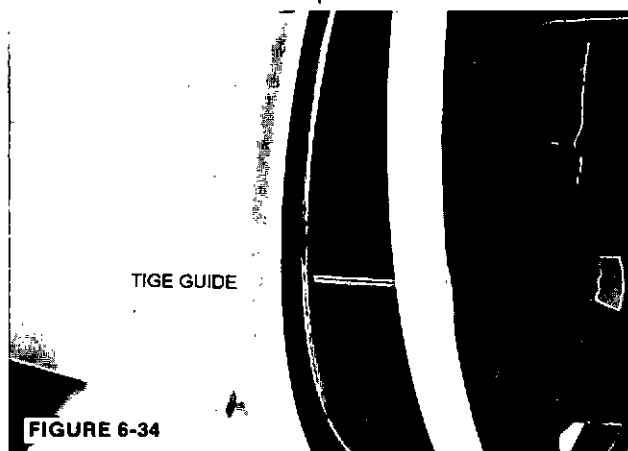

FIGURE 6-34
1. Visser deux tiges de guidage (des tiges filetées peuvent être utilisées) dans les trous de fixation de la flasque situés du côté de l'alternateur. Mettre le bout des tiges de guidage en face des trous situés dans la carcasse de l'alternateur et faire glisser la flasque contre la carcasse (figure 6-34). Visser les vis de fixation de la flasque.